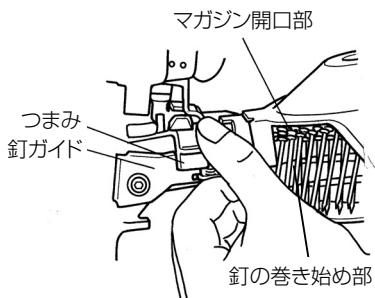

図 8
(2) 釘ガイド内に釘を装てんする
- 釘ガイドとつまみに指をかけ、つまみを下へ押してそのまま左へ開きます。(図 8)